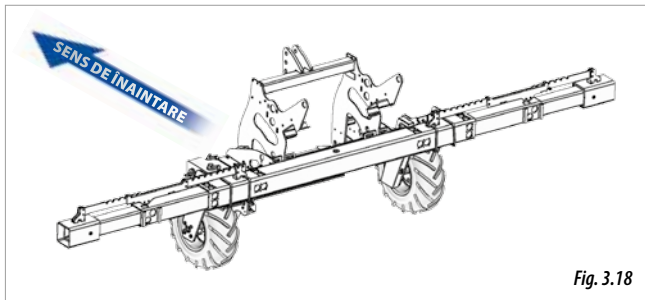

Fig. 3.18
- TELESCOPIC DUBLU (Fig. 3.18).